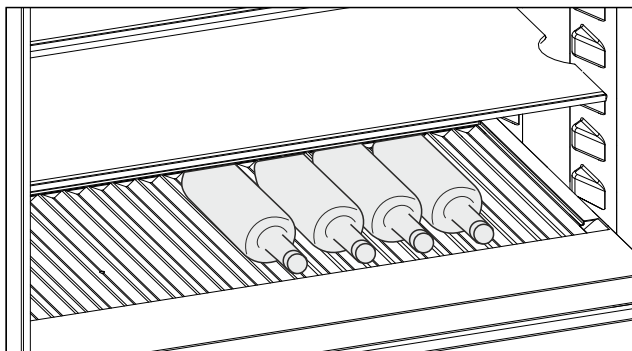

Fig. 255 Simbolična slika
- Steklenice vstavite z dnom proti zadnji steni aparata. (glejte Fig. 255)